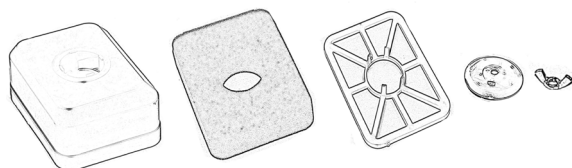

Figura 22
- Strizzare con cura il filtro e lasciarlo asciugare. Figura 22.